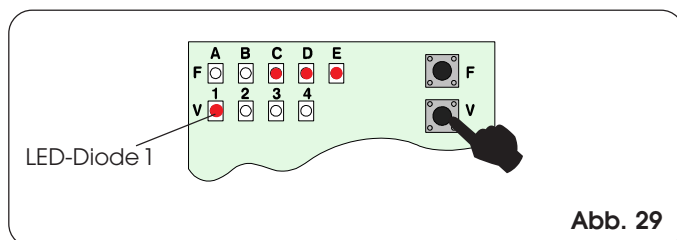
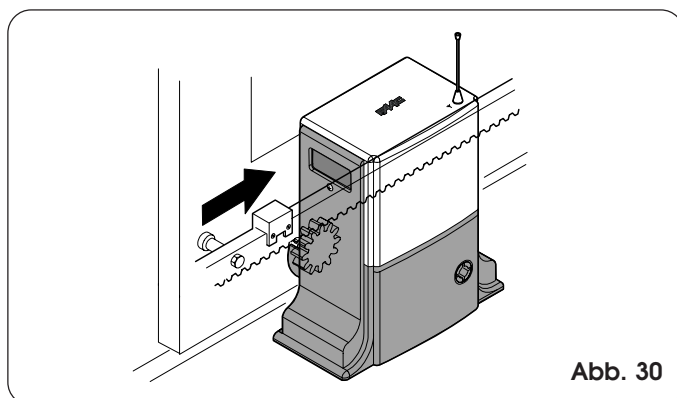
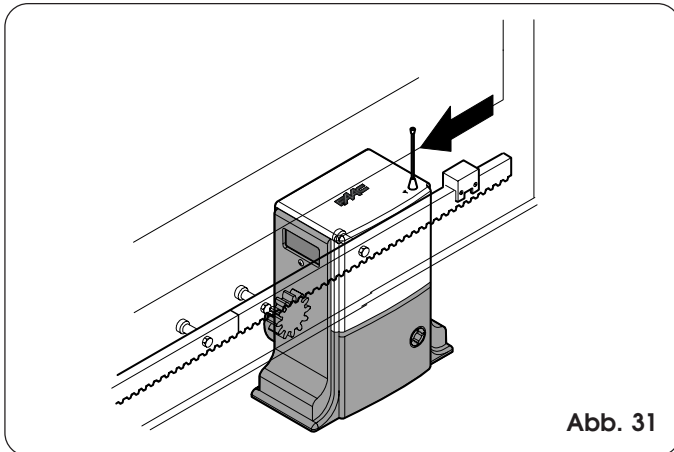

Abb. 29
Abb. 30
Abb. 31
- Durch Drücken der Taste P2 (Abb. 29 und Kap. 8.4) wird die Funktion Status der Eingänge erreicht.
- Den Magnet auf der Zahnstange verschieben (Abb.30), bis die LED 1 auf der elektronischen Karte sich ausschaltet (Abb. 29).
- Den Magnet auf der Zahnstange verschieben (Abb.31), bis die LED 1 auf der elektronischen Karte sich ausschaltet (Abb. 29).